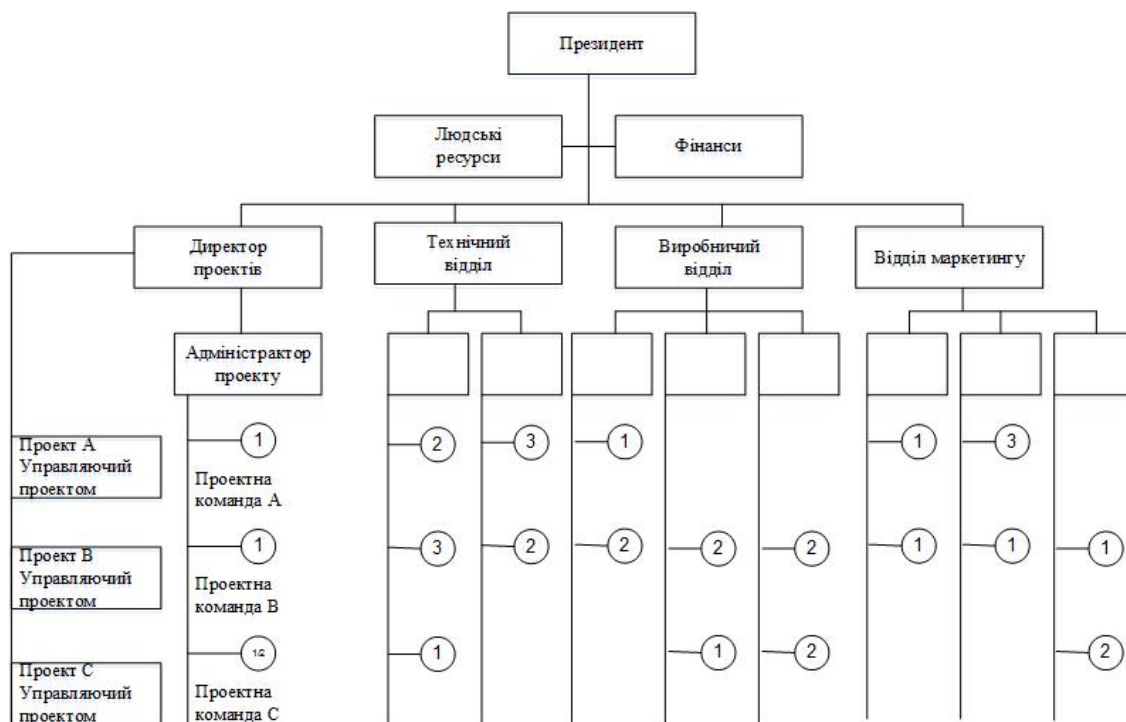

Рис.4.2. Матрична організація
- матрична організація (рис.4.2);